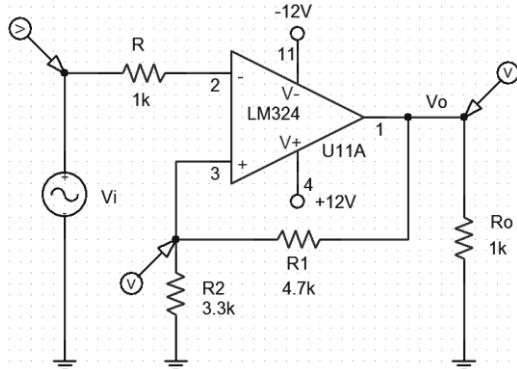
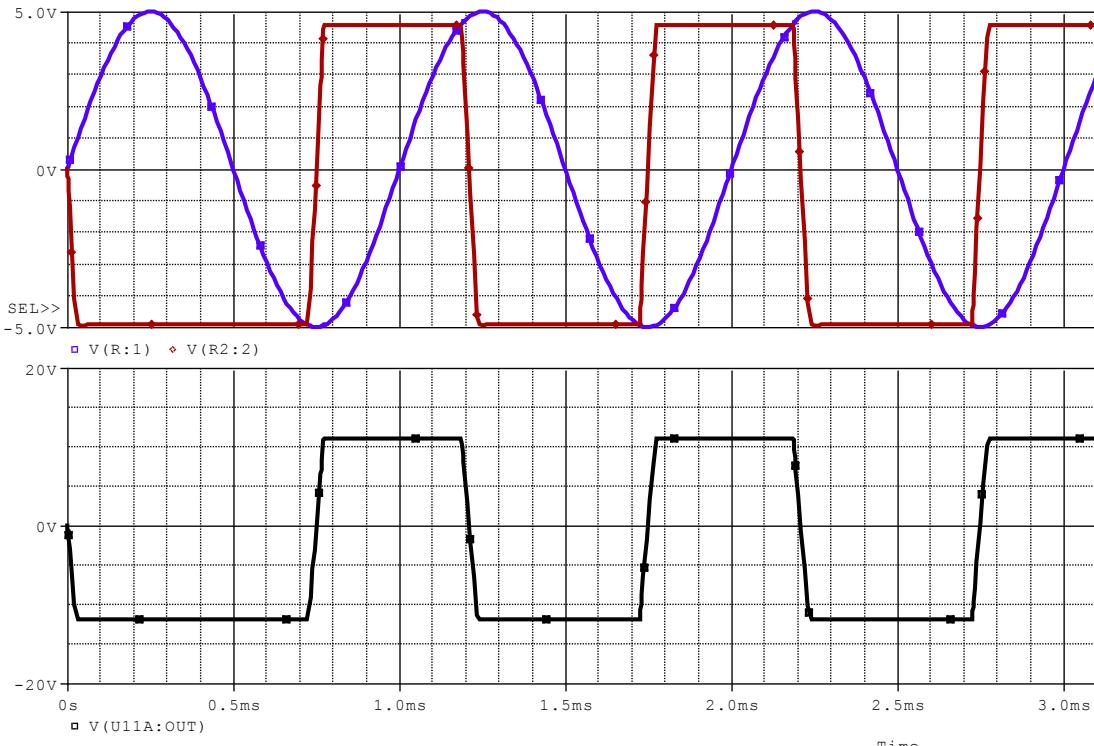

Figura 1 – Esquema de um AOP comparador regenerativo (configuração inversora).
Figura 2 – Curvas de simulação para o circuito da Figura 1. Arquivo: LEP\_10\_q2.sch
**Questão 1** – Seja o comparador regenerativo (*Schmitt Trigger*, ou ainda, disparador Schmitt) da Figura 1, onde o sinal de entrada é uma senóide de 5 V de pico (1 kHz).
**Questão 2** – Ainda para o circuito da Figura 1, pede-se:
- Identificar no oscilograma da Figura 2 (simulação do circuito da Figura 1 no PSpice®, versão Student 9.1) os sinais  $v_i$ ,  $v_o$  e  $v_{ref}$ .